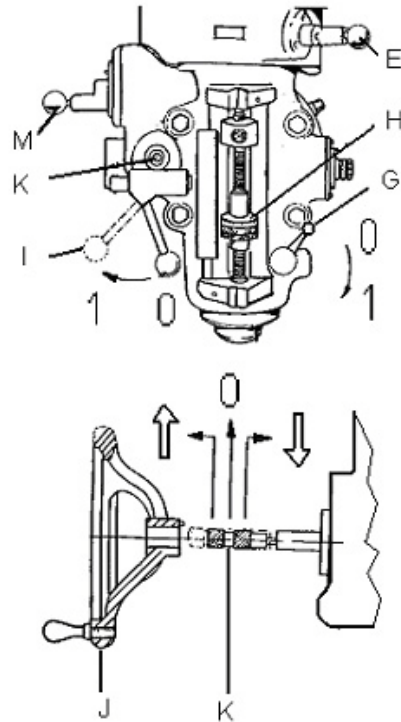

Рис. 9
- **ходовой винт для перемещения стола по вертикали (C, Рис. 9).**
Наполнить масленку (A, Рис.9) маслом.